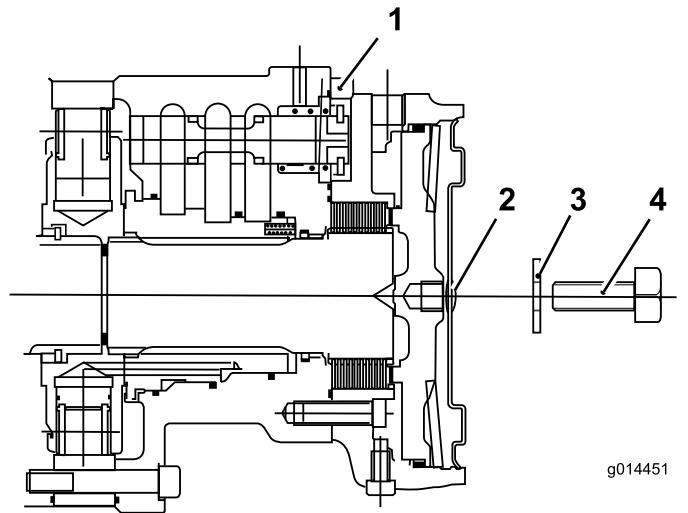

Figura 54
- Montate il tappo esagonale sulla piastra di chiusura del motorino (Figura 54).